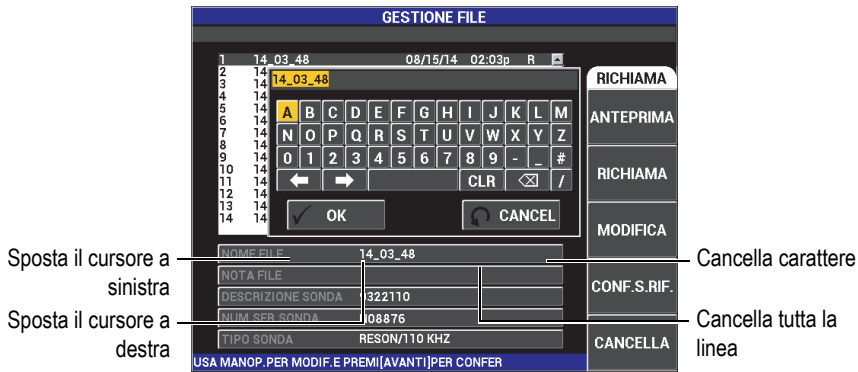

Figura 5-23 L'editor di testo della memoria del menu GESTIONE FILE e i pulsanti speciali
La seguente procedura è pertinente quando il tasto di menu MEM () è già stato premuto e il menu **GESTIONE FILE** è visualizzato (vedere Figura 5-23 a pagina 124).
- L'editor di testo della memoria è attivato nella schermata dello strumento (vedere Figura 5-23 a pagina 124).
I tasti di navigazione o i pulsanti speciali dell'editor del testo permettono di modificare i caratteri che sono stati selezionati erroneamente o permettono di modificare informazioni precedentemente inserite, senza la necessità di riscrivere l'intero campo (vedere Figura 5-23 a pagina 124, che identifica i pulsanti speciali e i caratteri).